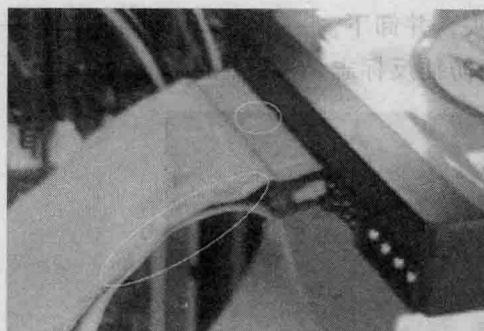
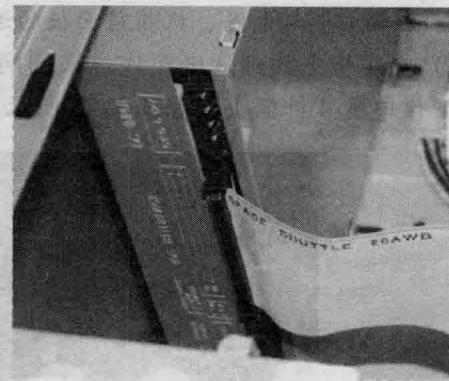
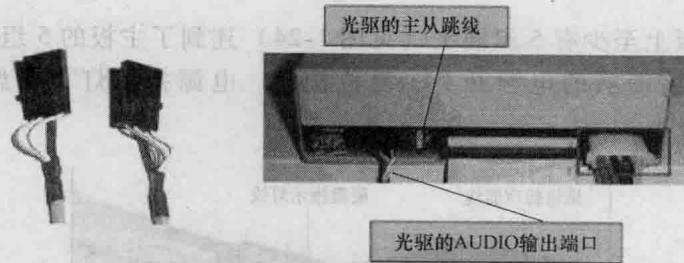

图 1-18
图 1-19
图 1-20
1) 拔下硬盘数据线（见图 1-18）和光驱数据线（见图 1-19），把音频线的一端从光驱上拔下（见图 1-20）。注意用力要均匀，不要把数据接口上的针弄弯。记录数据线电缆带颜色的一端原来的安装位置。